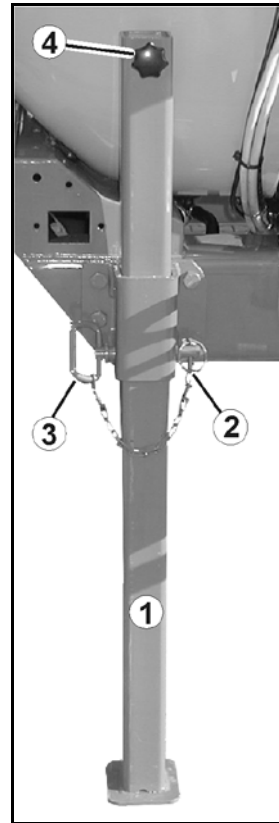

Bild 42
AutoTrail-släpstyrningen, för automatisk, praktiskt taget spårföljande släpstyrning, registrerar vinkelläget hos dragstången (Bild 42/1) i förhållande till traktorns körriktning.
1. Stick in vinkelstången (Bild 42/2) i plasthylsan (Bild 42/3).
2. Stick in vinkelgivaren (Bild 42/4) i mottagaranordningen (Bild 42/5).